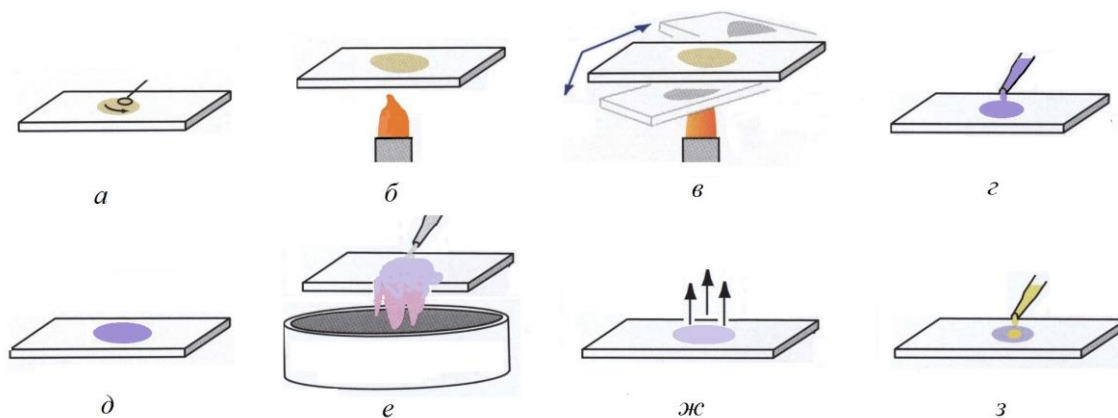

Рис. 1.6. Схема послідовного виготовлення фіксованого забарвленого препарату
2. Висушіть препарат на повітрі, або тримаючи скло високо над полум'ям (рис. 1.6, б).
3. Зафіксуйте препарат, тобто вбийте клітини і забезпечте їх прилипання до поверхні скла. Для цього скло з препаратом проведіть тричі через верхню частину полум'я (термічна фіксація) (рис. 1.6, в). Можна фіксувати препарати, обробляючи їх метиловим чи етиловим спиртом, сумішшю Нікіфорова, ацетоном (хімічна фіксація).
4. На фіксований препарат крапніть кілька крапель барвника (фуксин, метиловий синій). Розподіліть барвник по всій поверхні мазка (рис. 1.6, з).
5. Залиште фарбу на препараті з фуксином протягом 1–2 хв, метиленовим синім – 3–5 хв (рис. 1.6, *д*).
6. Потім фарбу злийте, препарат добре промийте дистильованою водою (рис. 1.6, *е*).
7. Скло з країв протріть серветкою, препарат висушіть (рис. 1.6, *ж*).
8. Нанесіть на сухий препарат краплю імерсійної олії (рис. 1.6, *з*) і розгляньте препарат під мікроскопом (об'єктив  $\times 90$ ).